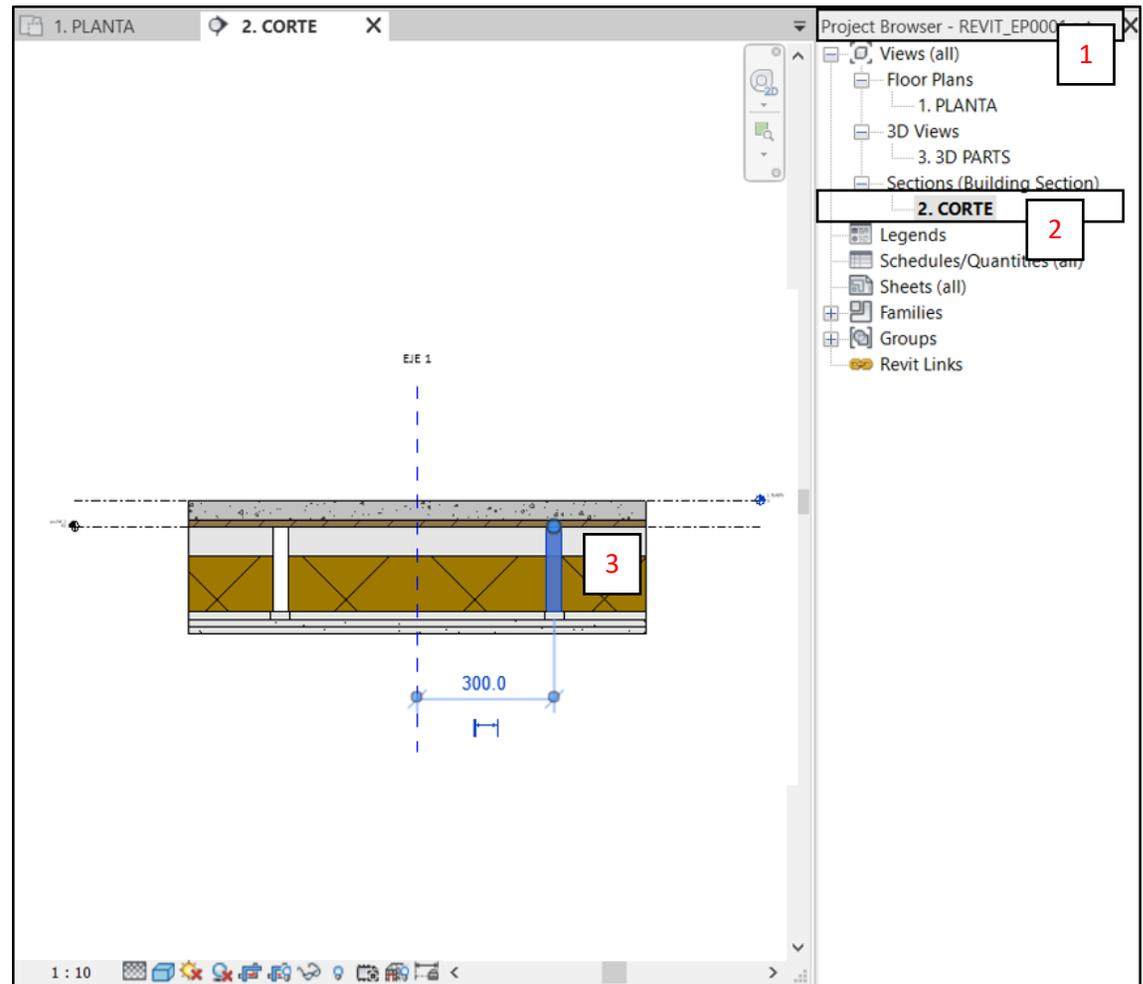

Fig. 15
- A. Asegurarse de estar en la vista en corte del Archivo Descargable: **Project Browser** (1) > **Sections** > **2. CORTE** (2). (Fig. 15)
- B. Seleccionar la viga (3). (Fig. 15)